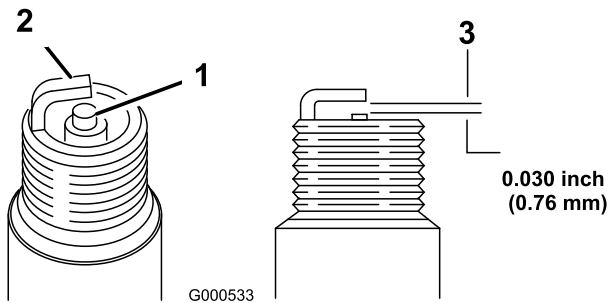

Figure 28
5. Réglez l'écartement des électrodes à 0,76 mm, comme montré à la Figure 28.